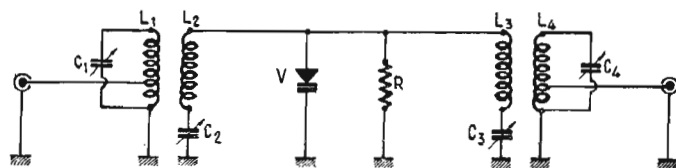

Fig. 5. — Montage pratique d'un doubleur parallèle
1. DOUBLEUR 72-144 MHz (fig. 5)
Le circuit d'entrée L1-C1 est analogue à celui de la figure 5, soit :